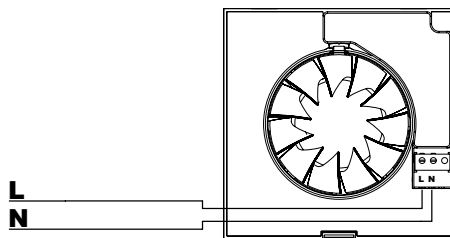

Fig.9
**Вариант 1:** В автоматическом режиме работы (рис.9) аппарат запускается автоматически, когда уровень влажности в помещении